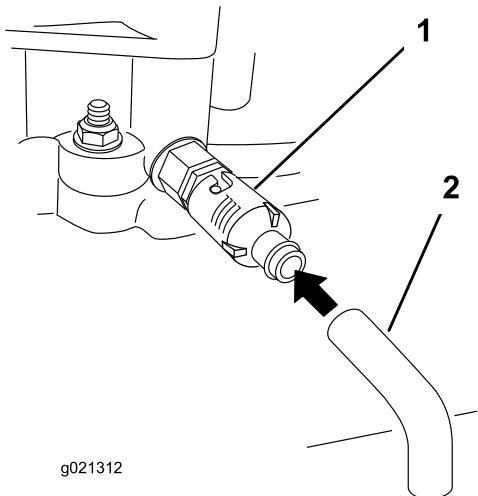

Figura 24
5. Collocate una bacinella sotto il tubo di spurgo. Girate la valvola di spurgo dell'olio per lasciare defluire l'olio (Figura 24).
7. Togliete il tappo di spurgo (Figura 24).